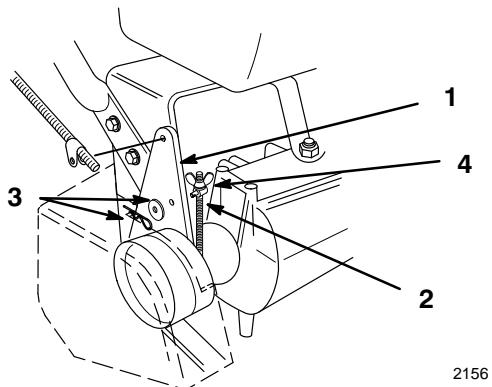

Abbildung 9
6. Wenn ein Einstellen der Bremsstangen erforderlich ist, müssen der Sicherungssplint und die Unterlegscheibe entfernt werden, mit denen das Stangenanschlußstück an der Halteplatte befestigt ist (Abb. 9).
7. Flügelmutter oben oder unten auf der Bremsstange einstellen und wieder an der Haltplatte befestigen (Abb. 9). Einstellung prüfen und gegebenenfalls nachstellen.